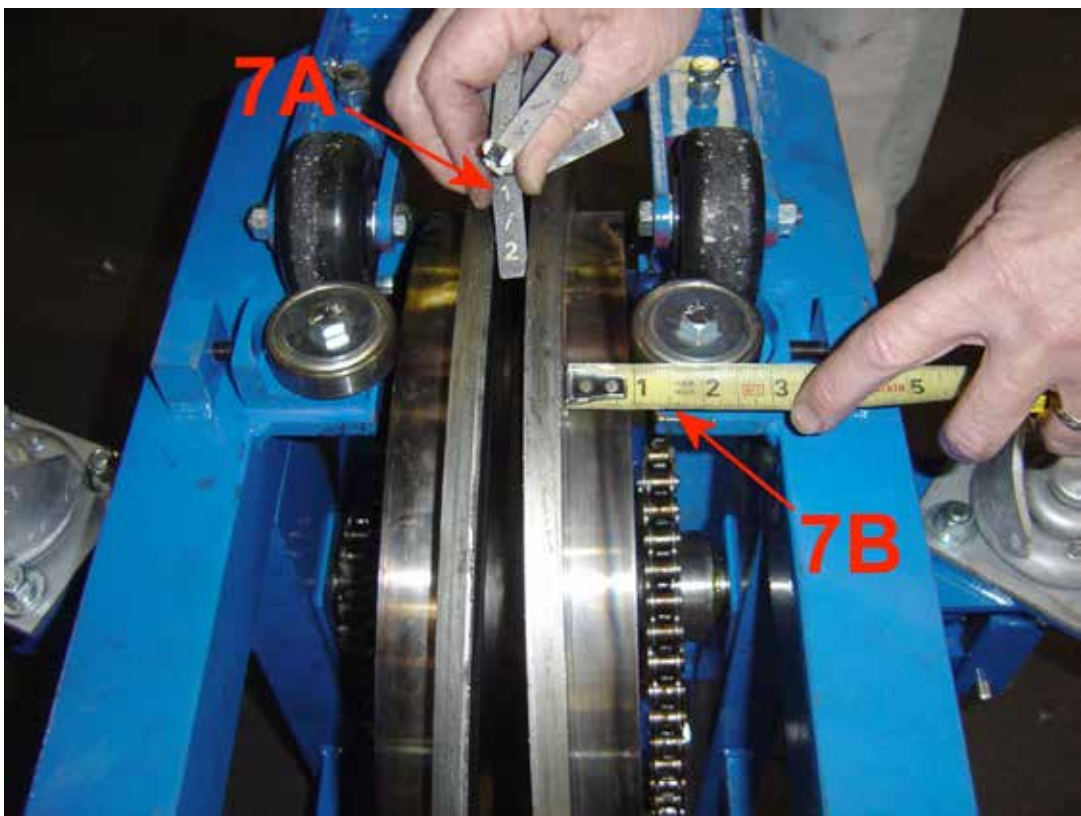

Figura 7 Regulación de los álabes de compresión
11. Deslice los álabes de compresión acercándolos/alejándolos entre sí hasta que estén aproximadamente 1/16" más estrechos que el ancho medido de la junta. Use la tabla 2 como guía cuando regule los ajustes de espacios de la rueda de compresión para tamaños nominales de sellos. Se ha provisto un conjunto completo de bloques de calibración (7A) con el Kompessor Delastall para asistir con la configuración de los espacios. Asegúrese de mantener los álabes de compresión en el centro del marco. Para lograr esto, se puede medir la distancia desde la cara interna del álabes de compresión hasta el borde interno del ángulo inferior del marco, como se muestra en la figura 7, punto B. Esta medida debe usarse como la referencia de configuración principal.